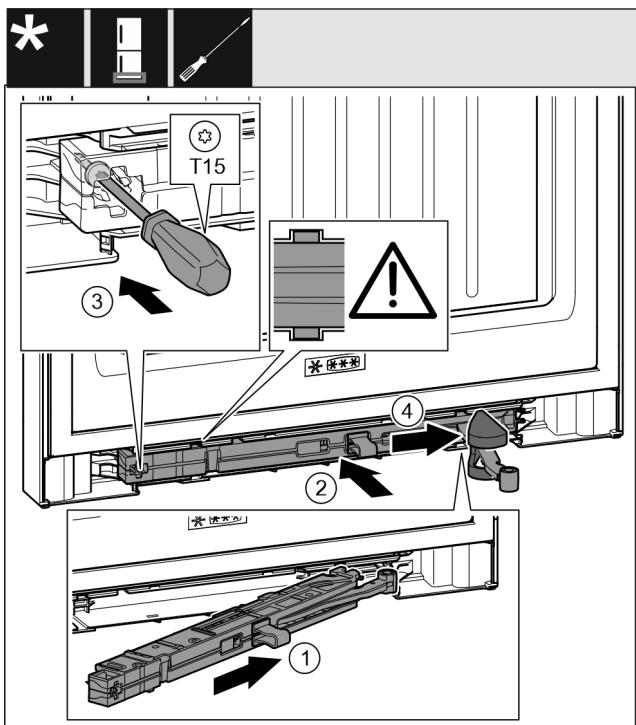

Fig. 45
- ▶ 将托架侧面的关门阻尼单元倾斜插入凹槽直至止挡装置。Fig. 45 (1)
- ▶ 将关门阻尼单元完全地推入凹槽。Fig. 45 (2)
- ▶ 用 T15 螺丝刀拧紧螺钉。Fig. 45 (3)
- ▶ 将盖板推到铰链上方。Fig. 45 (4)